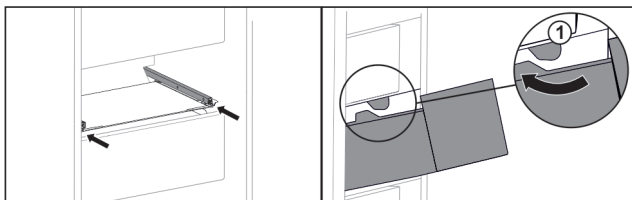

Fig. 149
- ▶ Ghidați sertarul în jurul opritorului Fig. 149 (1).